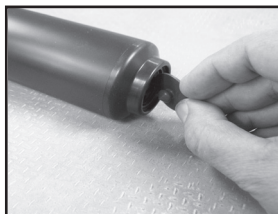

Figura 4
4. Inspeccione la válvula de retención en el fondo del cilindro. Si está gastada o dañada, sáquela y reemplácela presionando en el orificio en el fondo del cilindro. **(Vea la Figura 4)**